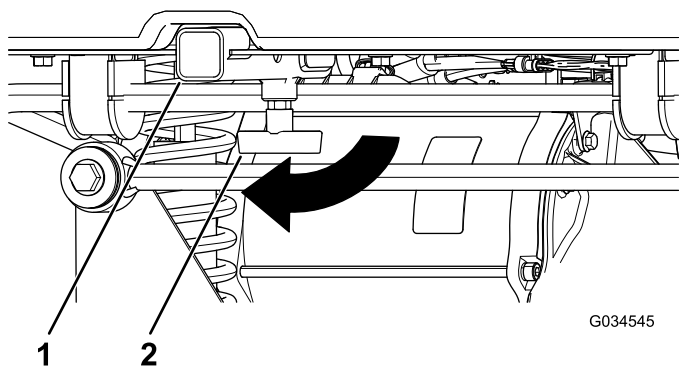

Bild 17
1. Drehen Sie den T-Bügel nach rechts, um ihn zu lösen (**Bild 17**).
2. Setzen Sie das Zubehör in die Aufnahme, bis die Löcher ausgefluchtet sind (Bild 17).